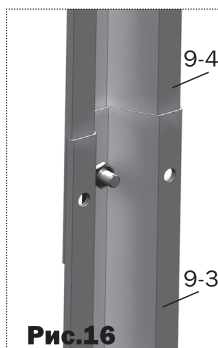
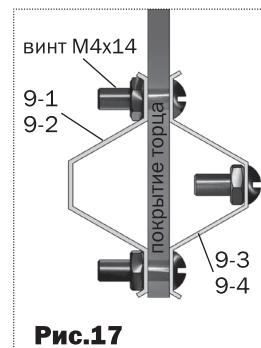

Рис.16
Рис.17
- Состыкуйте детали **9-3** и **9-4 (рис.16)** и установите их в соответствии с **рис.17** и **рис.20**, оставляя отверстия под вертушки. Вырежьте куски покрытия для установки над дверными проемами и установите их, закрепив шайбами (**рис.21**)